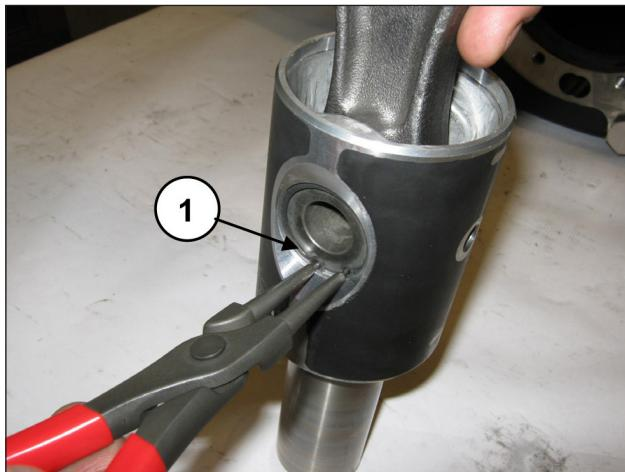

图 39
拆除两个销子锁定开口环 (①, 图 39)。
将连杆插入活塞导承(①，图 41)，接着插入销子(①，图 40)。安装两个肩部开口环(位置①，图 39)。